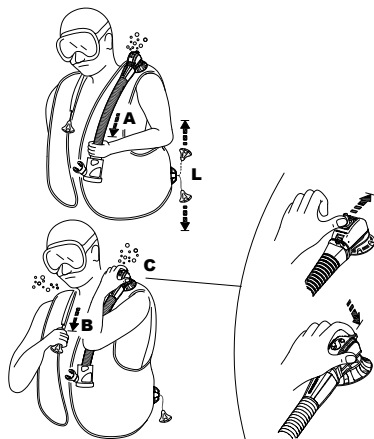

图7
a) 轻拉软管接头（图7-A）
b) 按突出阀壳的按钮（图7-C）（已获专利）：这系统也可遇上困难的潜水员排气（惊慌、初学潜水的、失去知觉等等）。
- (1) 手动安全阀有一个安全手动栓在上面 (图7-C) · 推到上面 · 释放气体 · 以防手动释放系统发生故障 (肖栓等零部件坏了) · 或使用Air2呼吸时
- (2) 所有放气的方法 · 打开阀门不要超过需要的时间 · 这样做就是防止更多的水进入背心。
- (3) 当激活手动安全阀时 · 不要按压对口阀门按钮 · 水可以通过对口阀喷嘴进入背心。
肩膊阀(图7-B)
这个系统可以用于潜水遇到问题时清除空气 · 右肩上的阀门 · 如果要激活 · 轻轻地拉动按钮 (把手) · 通过阀门本身的拉绳 (图7-B) 来连接。为了操作任一款安全阀 · 升起阀门到一个高于背心气泡的位置 · 激活安全阀 · 直到达到期望的浮力 · 停止拉/推 · 关闭阀门 (图7-B)。
低排气阀(图7-L)
肩膊阀 (图7-B) 及低排气阀 (图7-L) 是排气量最大的排气设备。